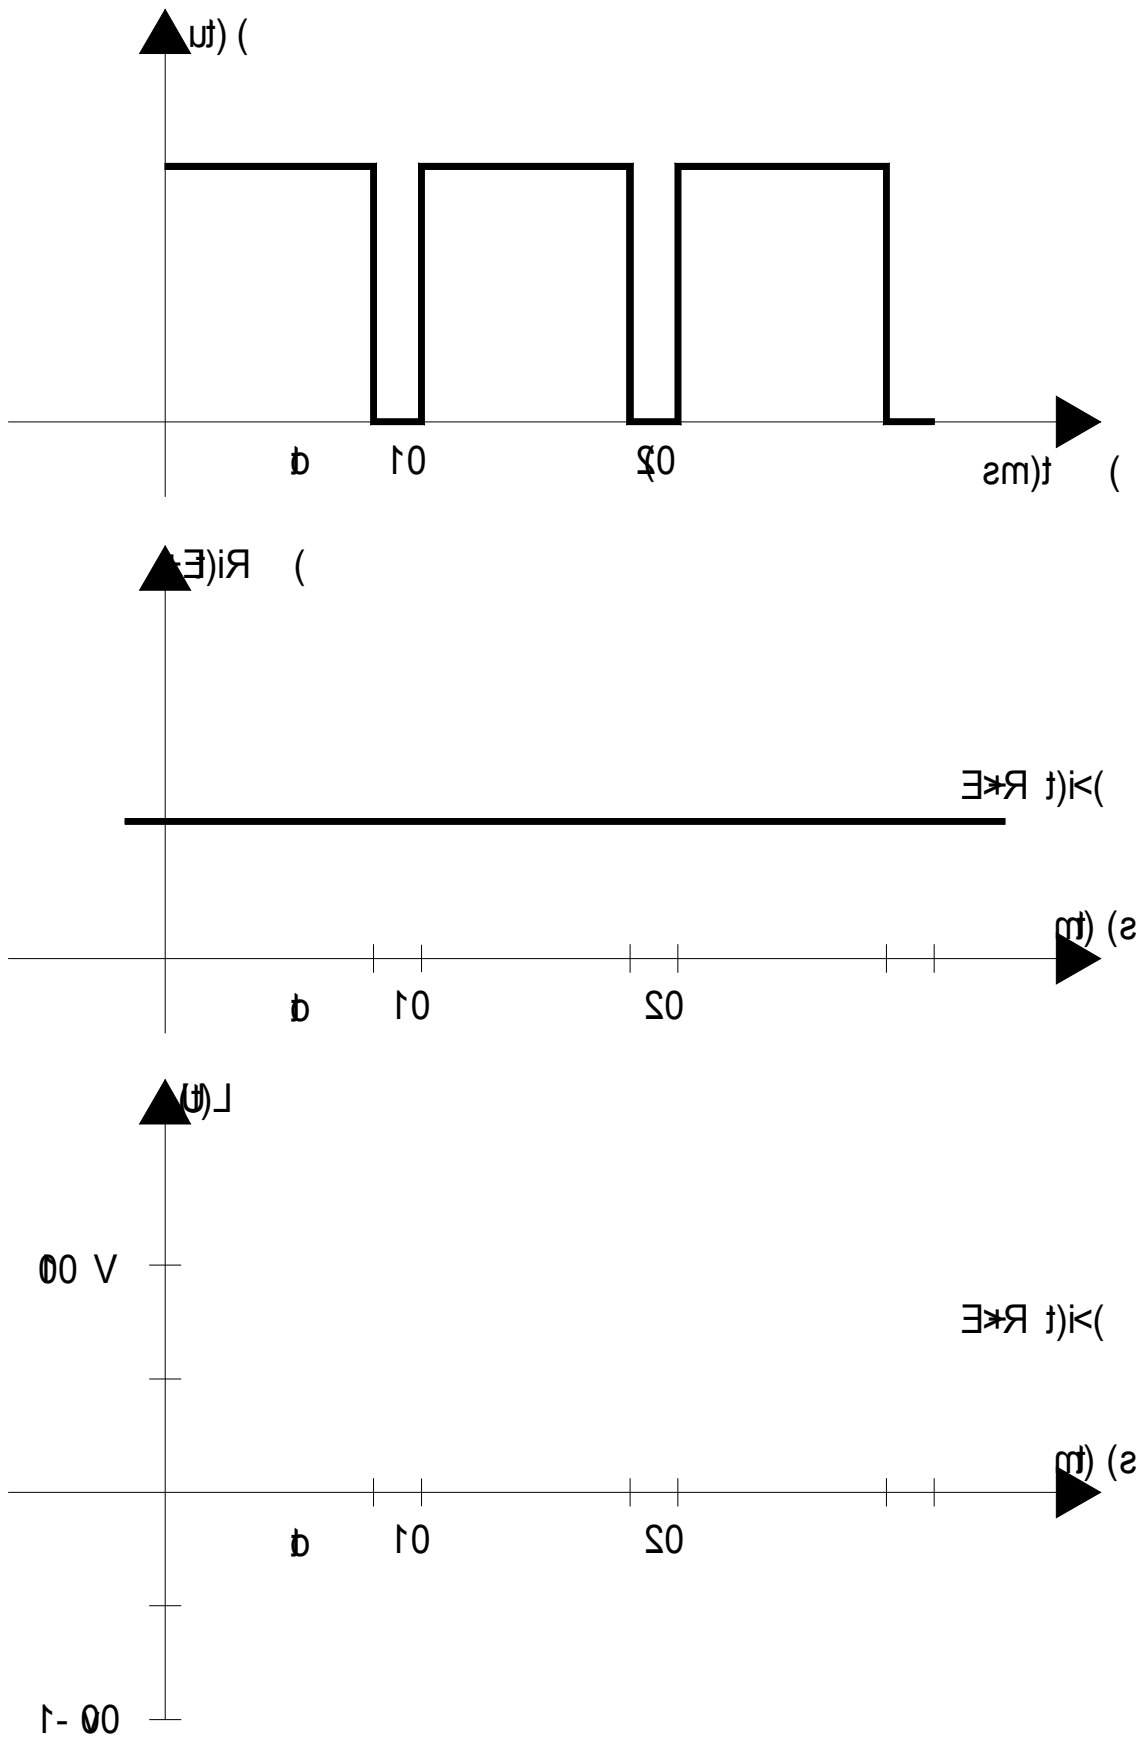

Figure 4
1.6. Le courant $i(t)$ étant pratiquement constant, la quantité $E + Ri(t)$ est aussi constante et est représentée sur le graphe de la figure 4. Sa valeur est :
Sur la figure 4, tracer les variations de la tension $U_L(t)$ aux bornes de la bobine, en précisant les valeurs extrêmes de cette tension.